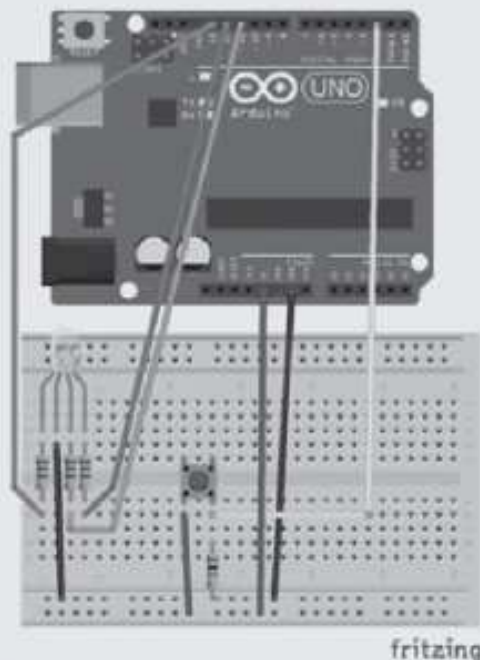

Figura 4.12 – Circuito proposto para o Exercício 1.
1. Considerando o diagrama mostrado na Figura 4.12, desenvolva um sketch que a cada pressionamento do botão troque a cor do LED RGB, ou seja, inicialmente o LED deve estar apagado, ao pressionar o botão, a cor vermelha deve acender, após outro pressionamento a cor verde acende e um novo pressionamento deverá mostrar a cor azul.
2. Altere o circuito da Figura 4.12 para trabalhar com as saídas PWM do Arduino e acrescente um potenciômetro no pino analógico A0. Em seguida, altere o sketch de modo que o potenciômetro determine a intensidade luminosa da cor do LED RGB que está acesa.
3. Altere o circuito da Figura 4.12 para utilizar três botões, cada um dos quais conectado a uma saída digital do Arduino. Um botão deverá acender e apagar a cor vermelha do LED RGB, o outro deverá acender e apagar a cor verde, e o terceiro botão deverá acender e apagar a cor azul.
4. Reproduza um cenário similar ao de um semáforo de carros e pedestres. Supondo o estado inicial do cenário com semáforo de carros (SC) sendo vermelho (PARE) e o semáforo de pedestres (SP) sendo verde (SIGA), deve-se programar a sequência de luzes indicando os estados do SC sincronizado com os de SP. Algumas especificações a serem seguidas: